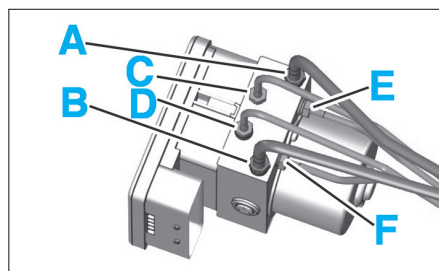

FIG. 28
- Respecter le branchement des canalisations sur le bloc (Fig.28) :
- Canalisation d'alimentation (Circuit primaire, raccord M12) en (A).
- Canalisation d'alimentation (Circuit secondaire, raccord M12) en (B).
- Canalisation (Avant droite, raccord M10) en (C).
- Canalisation (Avant gauche, raccord M12) en (D).
- Canalisation (Arrière gauche, raccord M12) en (E).
- Canalisation (Arrière droite, raccord M10) en (F).